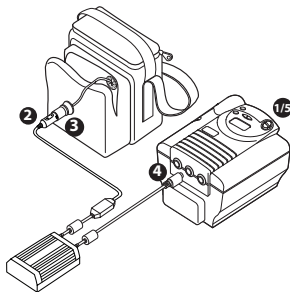

Figura 4: Collegamento dell'adattatore alimentazione in c.c.
2. Collegare l'adattatore per auto all'estremità del cavo di ingresso dell'adattatore alimentazione in c.c. Fare riferimento alla Figura 4.